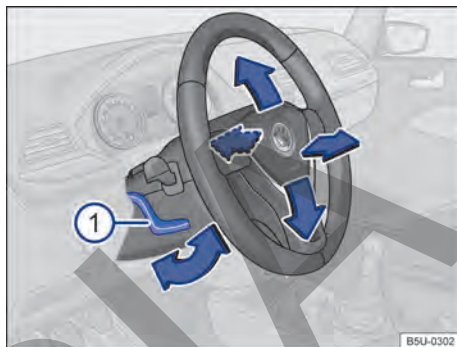

Fig. 51 Debajo y a la izquierda del volante junto con el revestimiento de la columna de dirección: palanca de ajuste de la posición del volante.
- Empujar la palanca hacia abajo sosteniéndola por su empuñadura → **fig. 51** ①.